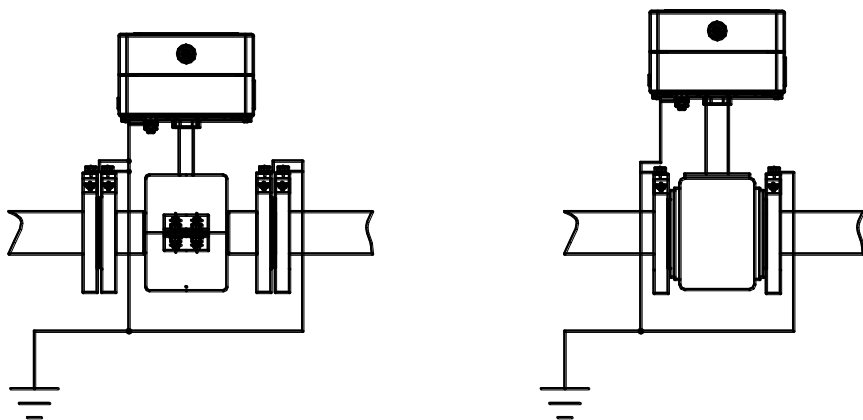

Рис.8.6
8.3.15 После установки расходомера необходимо обеспечить его заземление в соответствии с рис. 8.6. Заземление расходомера следует выполнять в соответствии с требованиями ПУЭ, т.е. путём непосредственного соединения заземляющего проводника с заземлителем, а не с трубопроводом.
8.5.5 Для предотвращения скапливания конденсата непосредственно перед герметичным вводом и попадания внутрь ППМ влаги рекомендуется сделать небольшой прогиб кабеля (см. рис. 8.6а).
рис. 8.6а